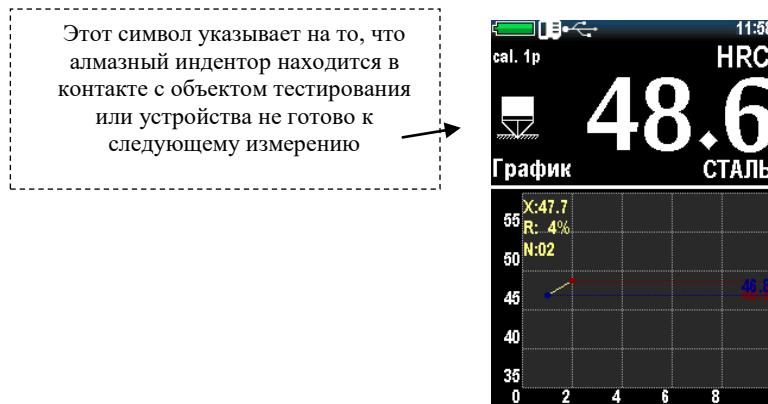

Рисунок 2.10 – Дисплей после замера
- На дисплее отображается значение твердости (рис. 2.10). Результат измерения отображается на дисплее до следующего измерения.